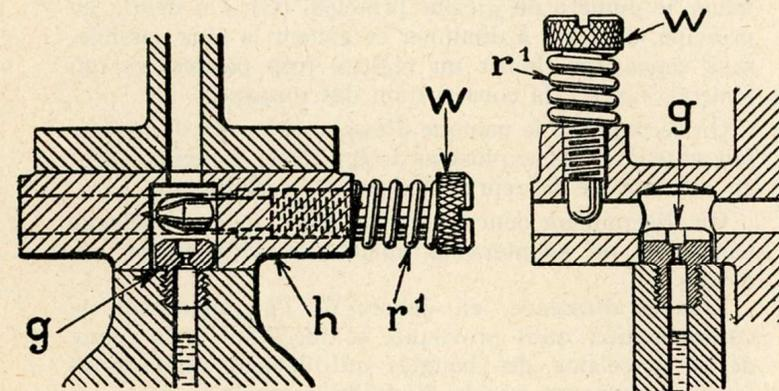

Fig. 8. — Carburateur FV à starter.
b) **Pour le fonctionnement du moteur au ralenti :** le réglage du ralenti qui se fait par le gicleur auxiliaire (g) et par la vis de réglage d'air de ralenti (fig. 8 ou 9).
c) **Pour la marche normale :** le réglage qui consiste à déterminer le gicleur principal (G) et le diamètre de la buse d'air (K).
Les carburateurs type F à starter comportent en outre **une vis de réglage d'air de ralenti** (W) fig. 8 et 9, qui est destinée à régler la richesse du mélange au ralenti. Quand le mélange est incorrect, le moteur galope ou a tendance à caler.